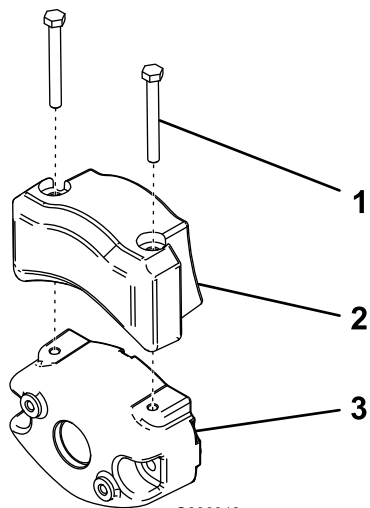

图 9
4. 如图 9 所示用 2 个平头螺丝将电气配重块固定到现有配重块上。